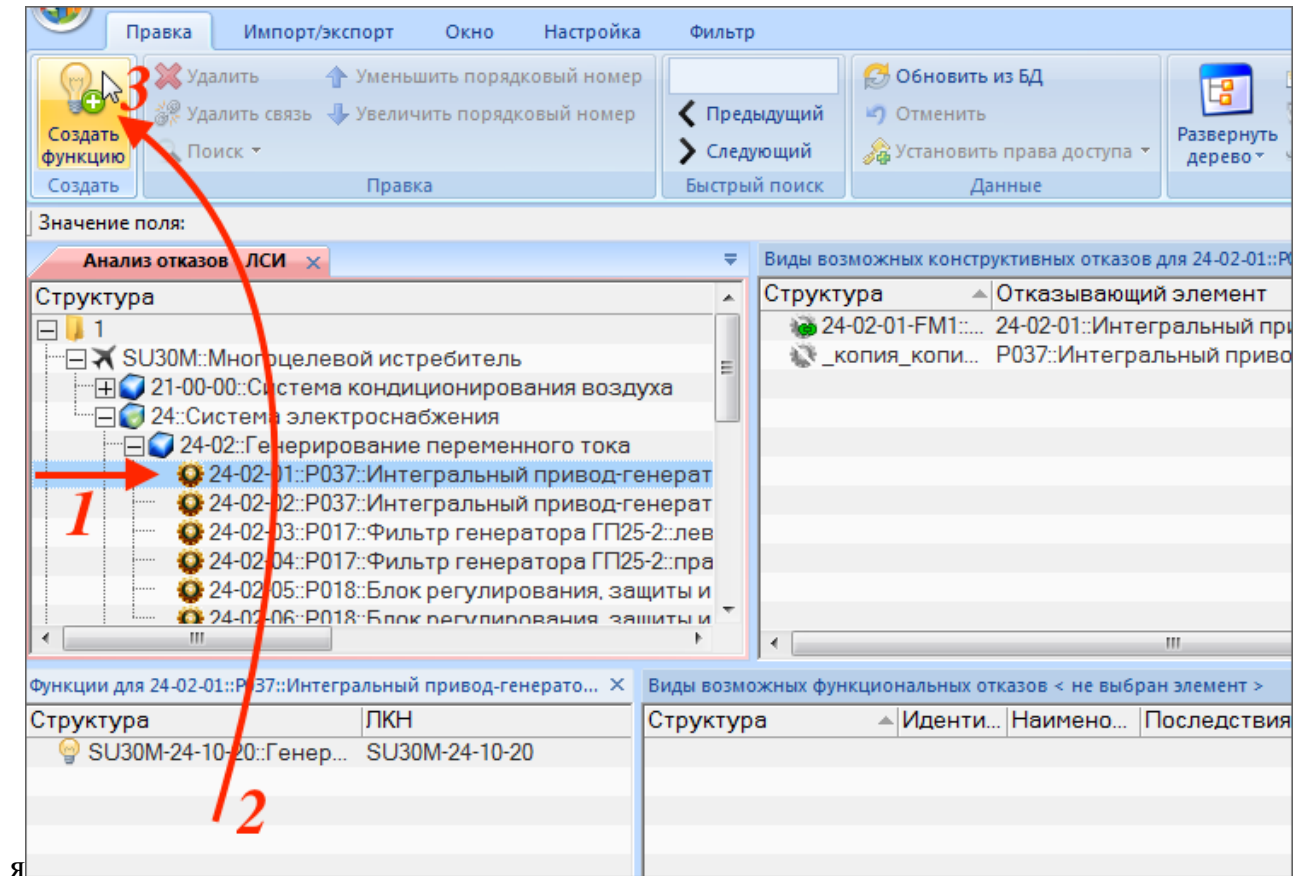

Рис. 10-308 – Создание функции в группе окон «Анализ видов и последствий отказов»
- «Анализ отказов – ЛСИ» – рабочее окно с логической структурой изделия (1 на рис. 10-308);
- «Виды возможных конструктивных отказов» – рабочее окно связанных объектов с перечнем КО для выбранного элемента ЛСИ в основном рабочем окне «Анализ отказов – ЛСИ» (2 на рис. 10-308);
- «Функции» – рабочее окно связанных объектов с перечнем функций, выполняемых элементом ЛСИ, который выбран в окне «Анализ отказов – ЛСИ» (3 на рис. 10-308);
- «Виды возможных функциональных отказов» – рабочее окно связанных объектов с перечнем ФО для выбранной функции в окне связанных объектов «Функции» (4 на рис. 10-308);
- «Возможные причины отказов» – рабочее окно связанных объектов с перечнем КО, которые связаны с ФО, выбранным в окне связанных объектов «Виды возможных функциональных отказов» (5 на рис. 10-308).